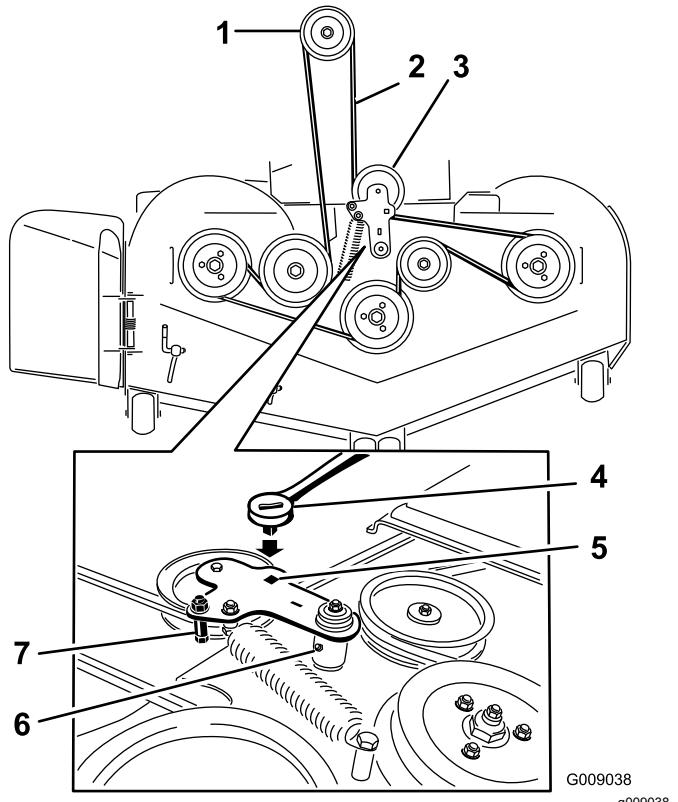
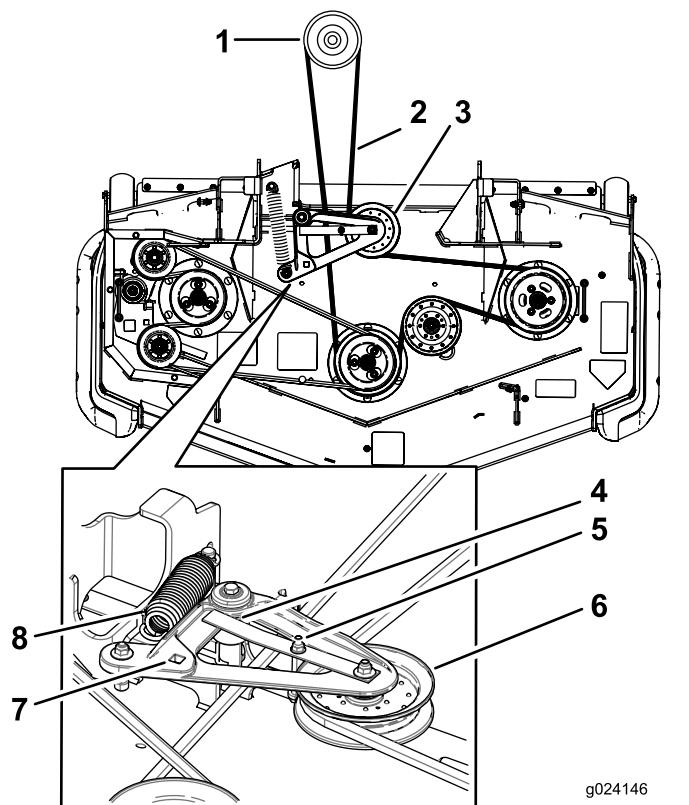

Figura 130
Figura 131
5. Eleve o painel do chão e insira um roquete no furo quadrado meio da plataforma (Figura 130 ou Figura 131).
6. Rode o centro polia no sentido contrário ao dos ponteiros do relógio, levante a patilha da guia da correia (apenas máquinas de descarga traseira) e retire a correia do cortador (Figura 130 ou Figura 131).